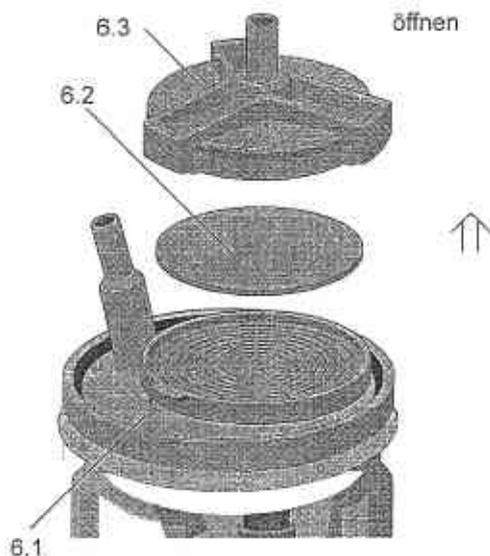

Abb. 6 Filter
- ⚠ Vor dem Reinigen: Gerät ausschalten und Netzstecker aus der Steckdose ziehen! Sekretbehälter und Sekretbehälterdeckel lassen sich unter fließendem Wasser spülen oder in einem speziellen Waschautomaten (Klinik) reinigen. Hierzu entfernen Sie vorher den Bakterienfilter (Abb. 6). Das Gerät selbst kann mit einem feuchten (nicht nassen) Tuch abgewischt werden.